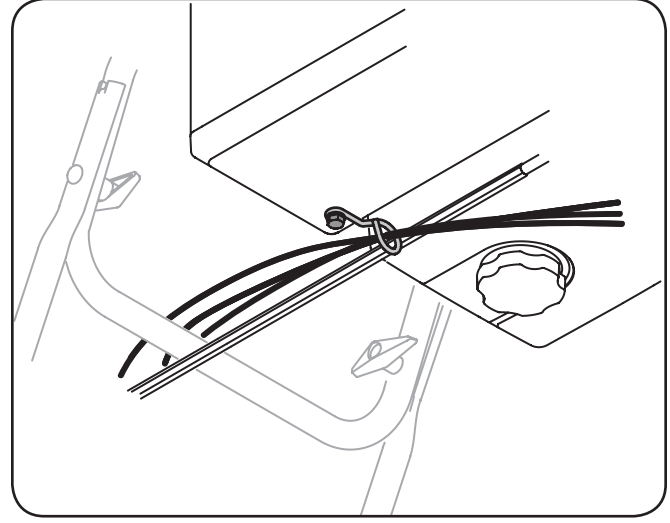

Fig. 3-10
9. Vérifiez que tous les câbles sont acheminés dans le guide et qu'ils restent placés sur le côté gauche de la tige hex. Voir la Fig. 3-10.